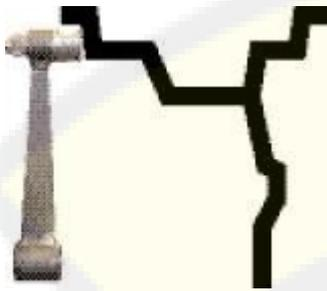

Рис. 10.1.
10.2. Данная модель БМ снабжена устройством, позволяющим автоматически вводить диаметр " d " колеса и дистанцию " A ". Для этого необходимо, взяв за рукоятку, вытянуть из корпуса БМ штангу ввода параметров, подвести палец на конце рукоятки к месту установки корректирующих грузов на внутренней стороне обода (см. рис. 10.1) и удерживать штангу в этом положении до появления звукового сигнала, после чего вернуть штангу в исходное положение.